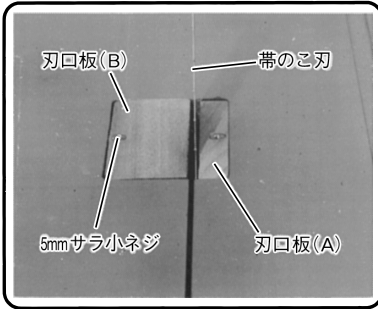

図 24
- (1) 刃口板を取付けている5mmサラ小ネジ 2本をゆるめ、刃口板(A), (B)を取りはずします。(図24)